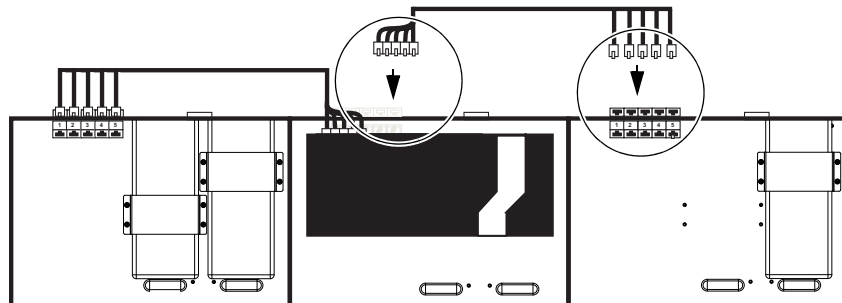

図 19. 次のケーブル・セットを右端のシャーシの Ethernet 端末ポートにつなぐ
- 5 残りのケーブル・セットとシャーシ（ただし、Ethernet スイッチを設置したシャーシは除く）について、上記のステップを繰り返します（図 19 を参照）。